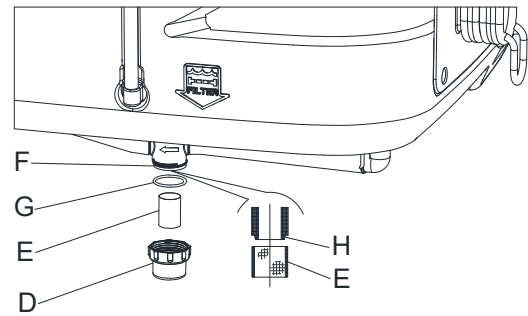

Figura 14
4. Quite la tapa (D, Figura 14), luego quite la rejilla filtrante (E). Limpiarlas y montarlas en el soporte (F).